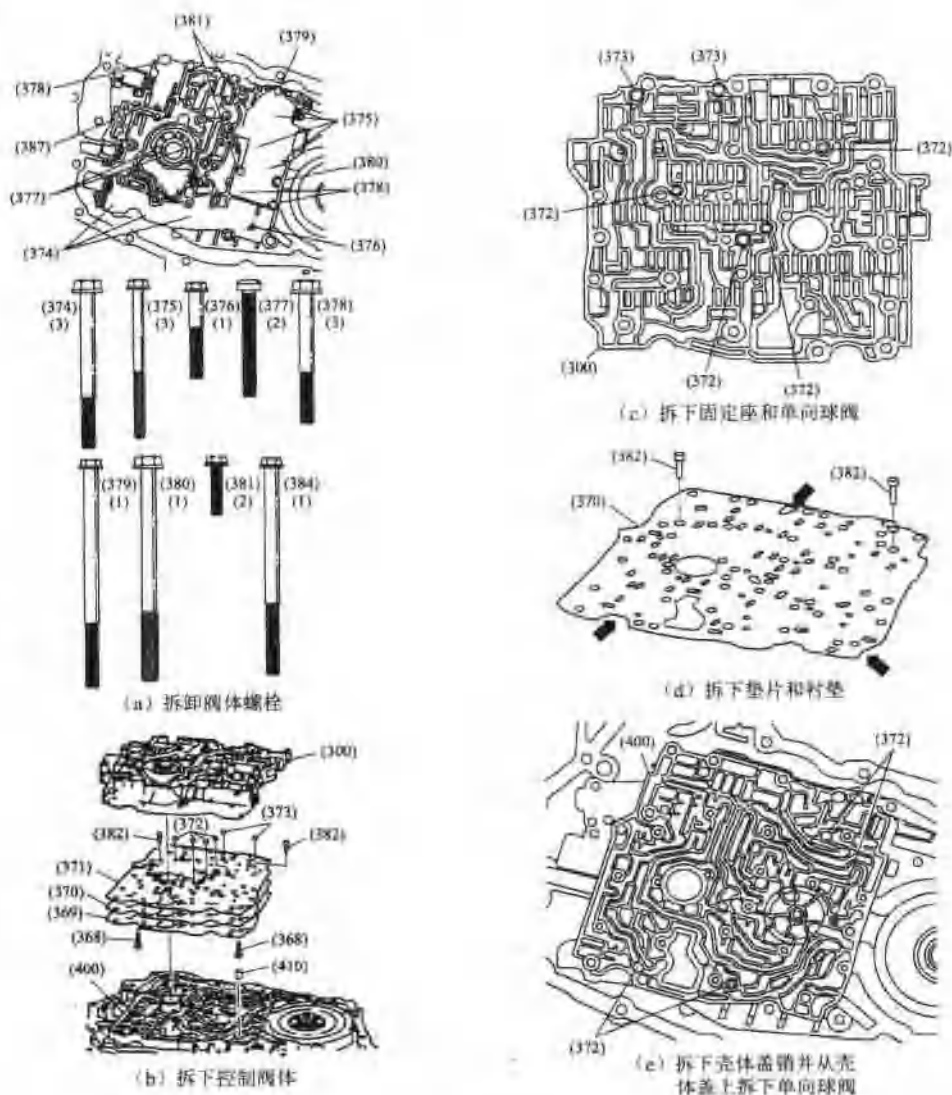

图 4.77 控制阀体的拆装
如图 4.77 所示，应在拆卸壳体侧盖、拆卸机油泵后进行。
① 拆卸阀体螺栓（374~381 和 384），如图 4.77（a）所示，小心地提起油压手动阀位置开关总成，使其离开控制阀体。小心对待开关总成，因为开关非常精密。
② 拆下控制阀体(300), 同时将垫片(370)保留在变速器驱动机构上, 如图4.77(b)所示。
③ 从阀体上拆下2个固定座。从阀体上拆下6个单向球阀(372)(373), 如图4.77(c)所示。
④ 拆下带有2个滤网和密封圈总成的垫片和衬垫(371、370、369), 如图4.77(d)所示。
⑤ 拆下壳体盖销(410), 从壳体盖(400)上拆下4个单向球阀(372), 如图4.77(e)所示。